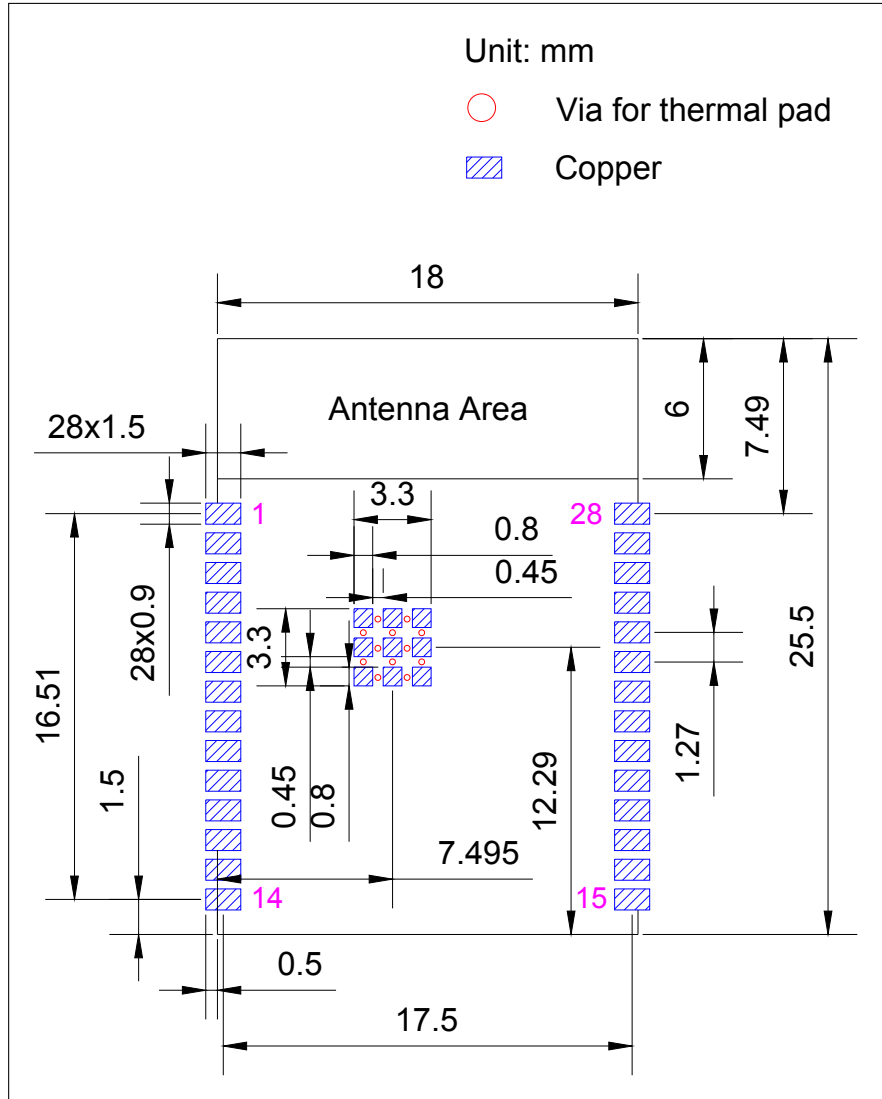
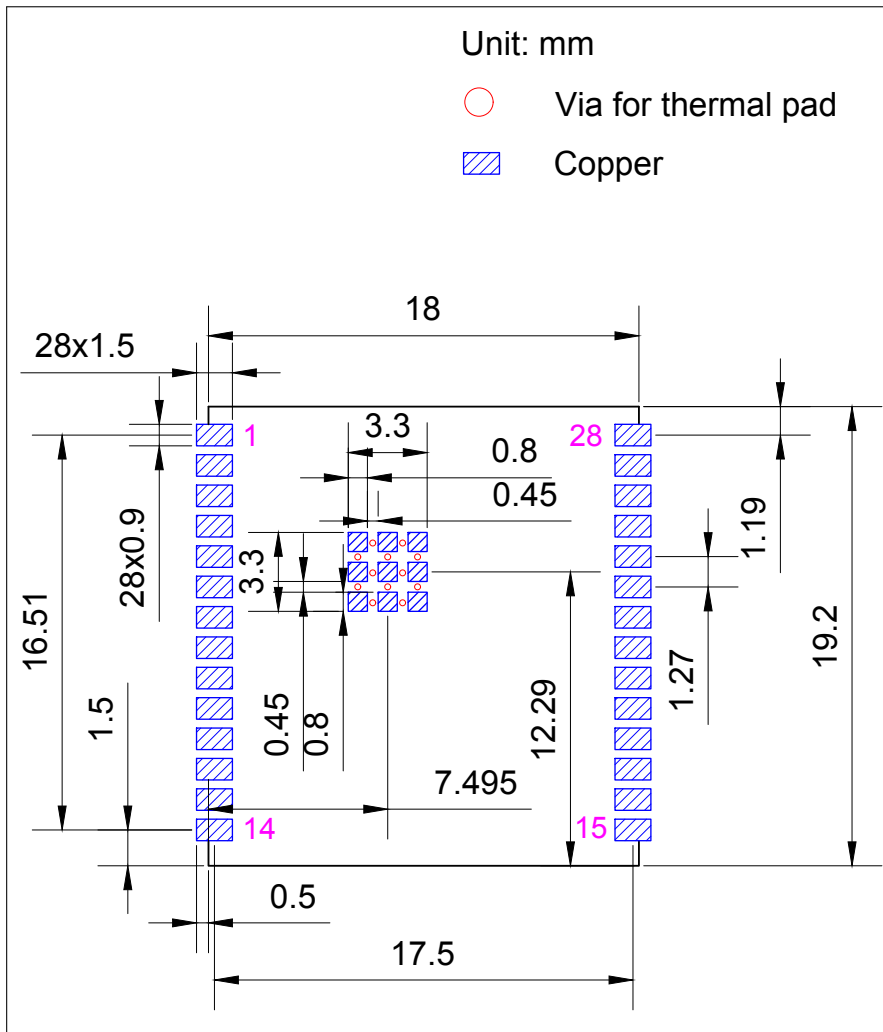

图 10: ESP32-C6-WROOM-1 推荐 PCB 封装图形
图 11: ESP32-C6-WROOM-1U 推荐 PCB 封装图形
- 推荐 PCB 封装图，标有 PCB 设计所需的全部尺寸。详见图 10 *ESP32-C6-WROOM-1* 推荐 PCB 封装图形和图 11 *ESP32-C6-WROOM-1U* 推荐 PCB 封装图形。
- 推荐 PCB 封装图的源文件，用于测量图 10。您可用 Autodesk Viewer 查看 ESP32-C6-WROOM-1 的封装图源文件。